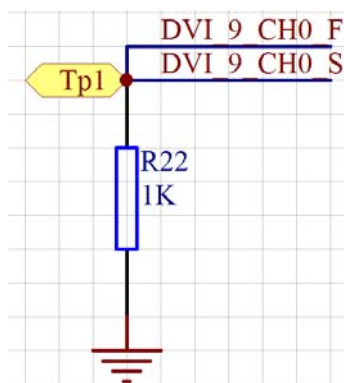

图 7.1 DVI 测试线路图
(1) 示例线路如下图 7.1:
如图 7.1 所示，将 1K 电阻的一端接地，一端接 DVI9 的 0 通道，DVI9 通道 0 加电压来测量流过电阻的电流（也可加电流测电压），再根据欧姆定律算出电阻阻值。